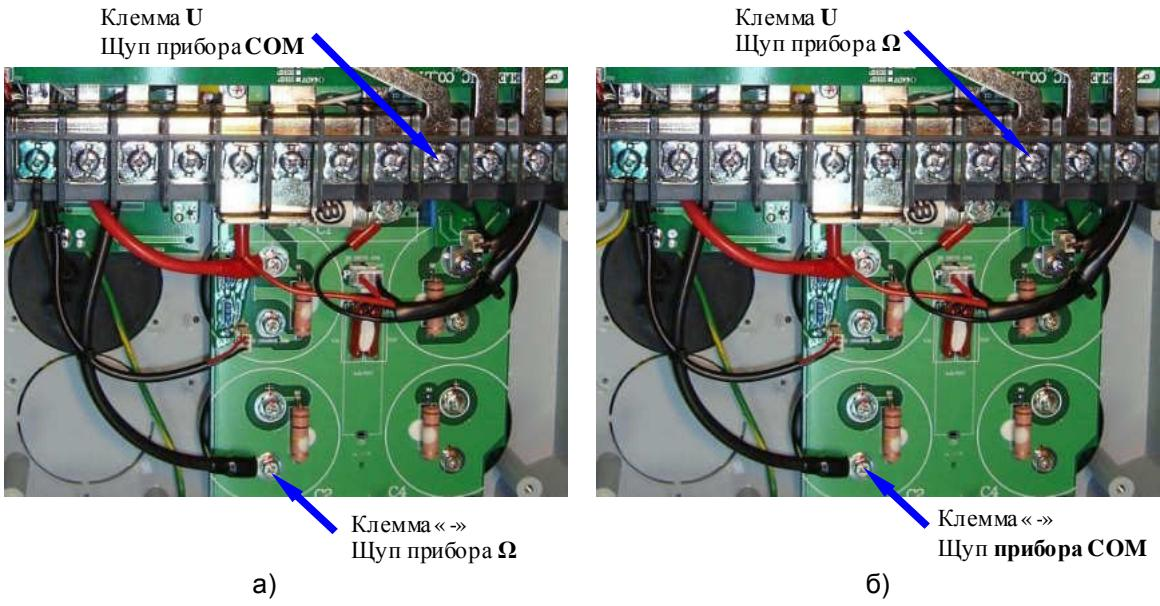

Рис.4.12. Диагностика модуля IGBT относительно клеммы «->».
4.8.4. Аналогично п. 4.8.2 проверить выходные цепи «->-U, «->-V, «->-Wi «->-PR (защитный диод ключа торможения) в соответствии с рис.4.12.
Расположение клеммы «-» показано на рис.4.12,